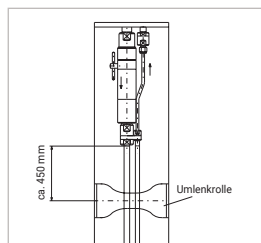

Abbildung 1
- ▶ Verwenden Sie das WEH® Produkt ohne WEH® Zapfsäulenhalterung, so muss eine Umlenkrolle im Abstand von ca. 450 mm zur Unterkante der Abreißsicherung installiert werden (Abbildung 1).